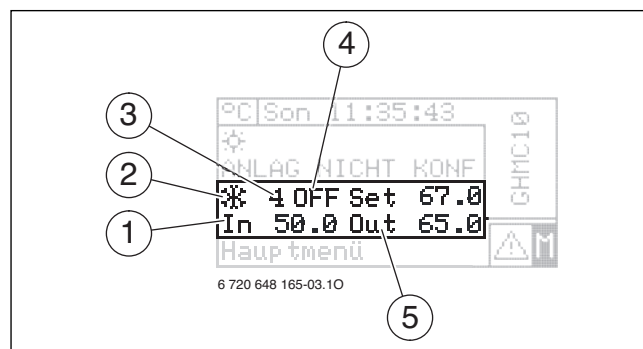

Bild 7
- Der mittlere Bereich zeigt einige Parameter für die verschiedenen konfigurierten Funktionen der Anlage (→ Bild 7).